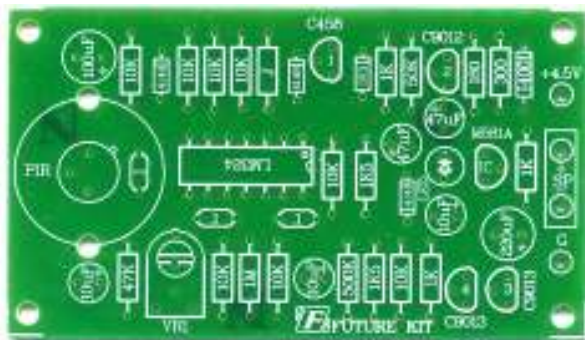

Рис.3 Монтажная схема
3. Установите все детали согласно рис.3 в следующей последовательности: сначала малагабаритные, а потом все остальные элементы.